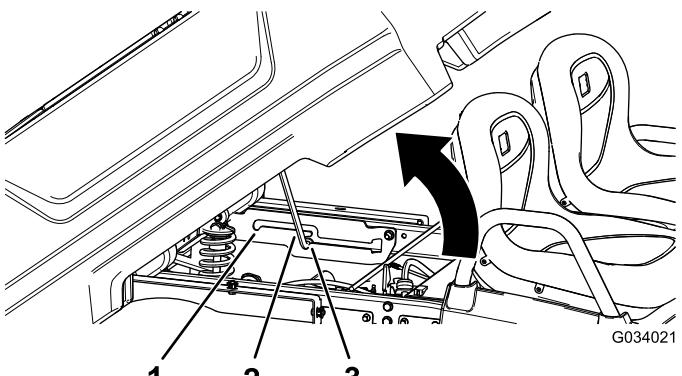

Рисунок 15
2. Ведите опорную стойку в паз с фиксацией, удерживающий кузов в положении разгрузки (Рисунок 15).
2. Ведите опорную стойку в паз с фиксацией, удерживающий кузов в положении техобслуживания (Рисунок 15).
2. Вытяните опорную стойку из паза с фиксацией (Рисунок 15).